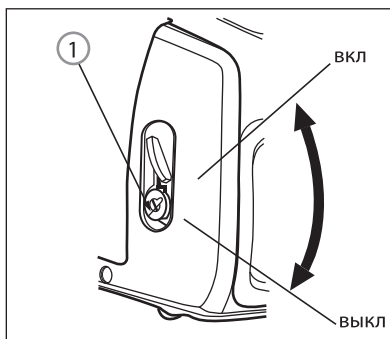

Рис. 10
8. Переведите выключатель двигателя 1 в положение «ВКЛ» (рис. 10).